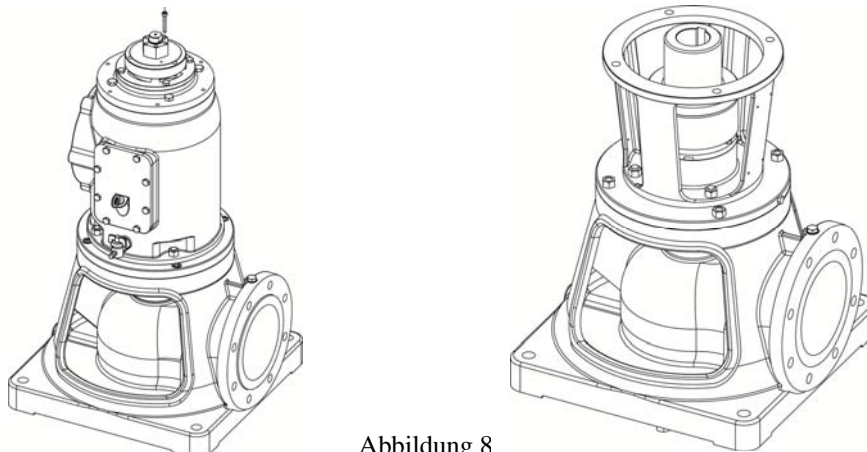

Abbildung 8
- **Köpfe OR:** Den oberen Deckel durch Ausschrauben der Zylinderkopfschrauben abnehmen und die Sperrschraube ausschrauben (Abb. 8).
- **Köpfe ME:** Die Halbkupplung motorseitig ausbauen, um zur Stellmutter zu gelangen (Abb. 8). Die Spanschraube (Abb. 8) ausschrauben.